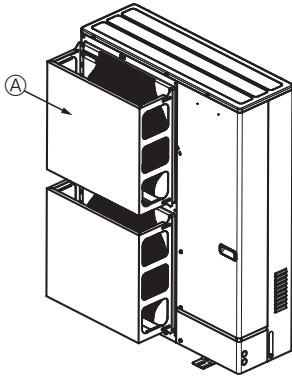

Fig. 2-4
- ② Ak je jednotka nainštalovaná na miesto, kde môžu do výstupu vzduchu priamo vstupovať silné vetry spôsobené napr. tajfúnom, nainštalujte voliteľný ochranný vzduchový kryt. (Fig. 2-4)